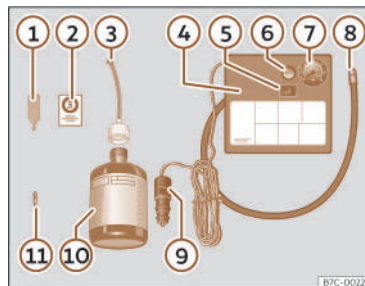

Fig. 188 Rappresentazione standard: contenuto del kit per la riparazione degli pneumatici.
Il kit per la riparazione degli pneumatici si trova nel sottofondo del bagagliaio. Include i seguenti componenti >>> **fig. 188:**
- Svitare il cappuccio e l'elemento di tenuta della valvola del pneumatico. Utilizzare l'apparato >>> **fig. 188 ①** per estrarre l'elemento di tenuta. Collocarlo su una superficie pulita.
- Agitare vigorosamente la bomboletta del sigillante per pneumatici >>> **fig. 188 ⑩**.
- Avvitare il tubo di gonfiaggio >>> **fig. 188 ③** alla bomboletta del sigillante. La piombatura della bomboletta si rompe automaticamente.
- Rimuovere il tappo del tubo di riempimento >>> **fig. 188 ③** e avvitare l'estremità aperta dal tubo alla valvola dello pneumatico.
- Ricollocare l'elemento di tenuta con l'apparato >>> **fig. 188 ①** nella valvola dello pneumatico.
- Avvitare il tubo di gonfiaggio dello pneumatico del compressore >>> **fig. 188 ⑧** nella valvola dello pneumatico.
- Verificare che la vite di sfiato dell'aria sia chiusa >>> **fig. 188 ⑥**.
- Collegare il connettore >>> **fig. 188 ⑨** a una presa elettrica a 12 V del veicolo >>> pag. 222.
- Collegare il compressore ad aria con l'interruttore ON/OFF >>> **fig. 188 ⑤**.
- Incollare l'adesivo >>> **fig. 188 ②** sul quadro strumenti, all'interno del campo visivo del conducente.
Riavvitare il tubo di gonfiaggio >>> **fig. 188**  e controllare la pressione con il manometro .